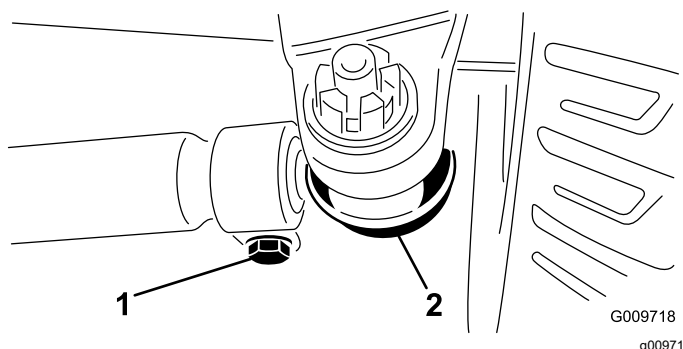

Figura 110
3. Para ajustar, remova o contrapino e a porca de cada uma das rótulas da barra de ligação (Figura 110). Remova a rótula da barra de ligação do suporte do eixo.
4. Desaperte as abraçadeiras que estão em ambas as extremidades das barras de ligação (Figura 110).
5. Rode a rótula desligada para dentro ou para fora uma (1) volta completa e aperte o grampo na extremidade solta da barra de ligação.